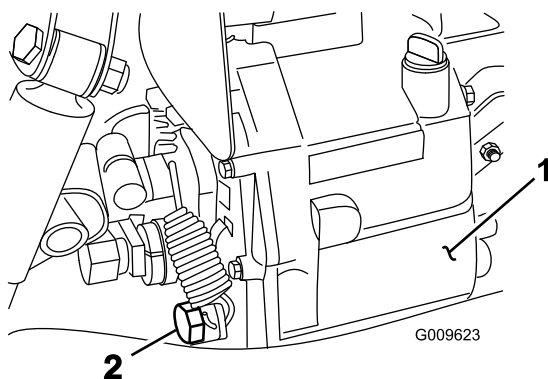

Figura 67
4. Retire o tampão de escoamento da parte lateral do reservatório e deixe o fluido hidráulico escorrer para o recipiente (Figura 67).